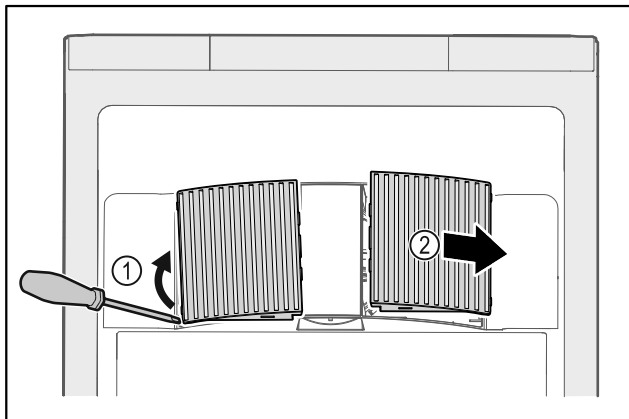

Fig. 104
- ▶ Αναμοχλεύστε προσεκτικά από το πλάι τα καλύμματα του ανεμιστήρα Fig. 104 (1) και αφαιρέστε τα προς τα εμπρός Fig. 104 (2).